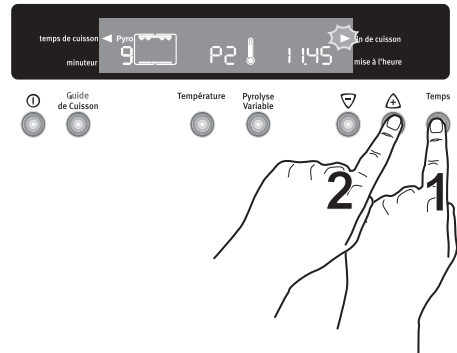

Fig. 23
5. À ce moment là, appuyez sur la touche "**Temps**" (Fig. 23). L'indication du temps s'affiche, le voyant de "**Fin de cuisson**" ► clignote.